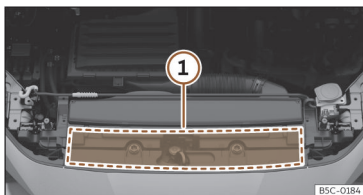

Fig. 199 Dans le compartiment moteur : zone d'emplacement de l'étiquette d'huile moteur
moteur >>> **fig. 199** (1). Si vous utilisez l'huile moteur recommandée, vous pouvez corriger le niveau de remplissage autant de fois que nécessaire.